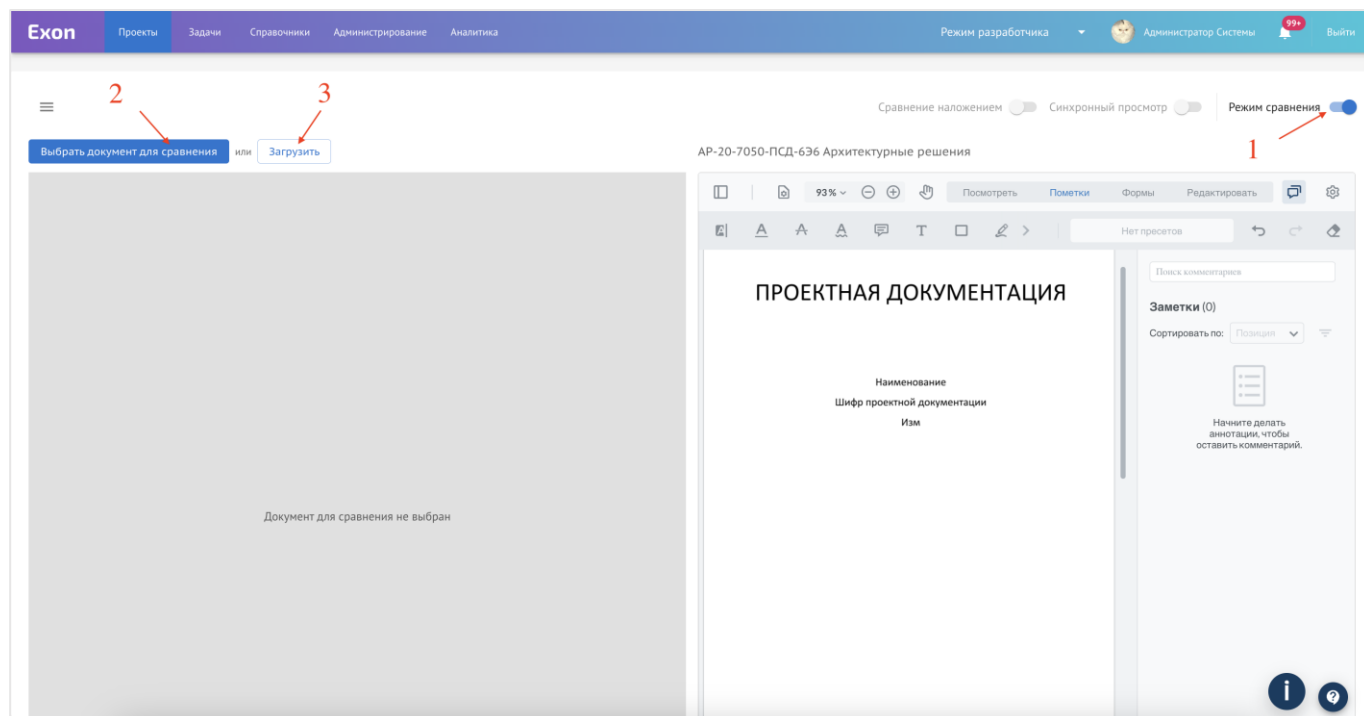

Рис. 86 - Режим сравнения
Также реализован Режим сравнения (1), который позволяет в режиме двух окон открыть и сравнить документы, документы можно выбрать ранее загруженные из системы (2) или загрузить документ для сравнения с устройства (3) (рис. 86).